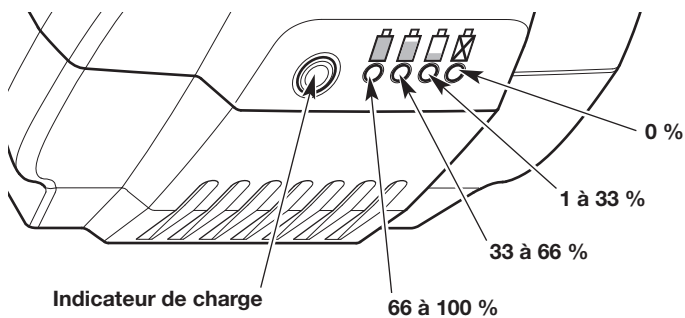

Fig. 11
1. Appuyez sur le bouton indicateur de charge de la batterie (Fig. 11).
2. Au moins un des témoins de l'indicateur d'intensité de chargement doit s'allumer (Fig. 11). Le nombre et la couleur des témoins indiquent le niveau actuel de charge de la batterie :